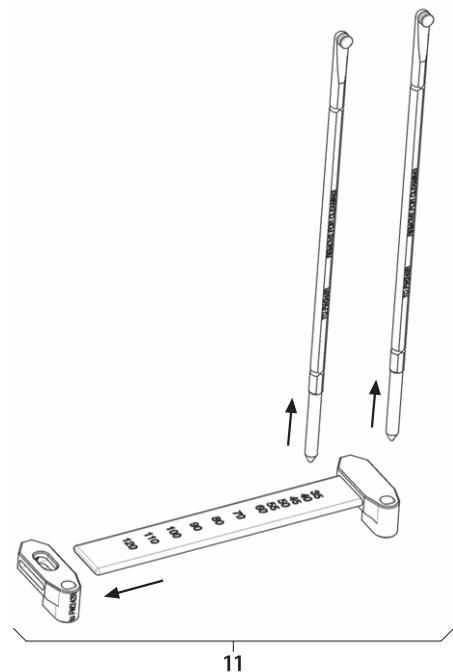

Рис. 7
- ▶ Демонтировать инструмент для измерения длины стержня 11, см. Рис. 7.